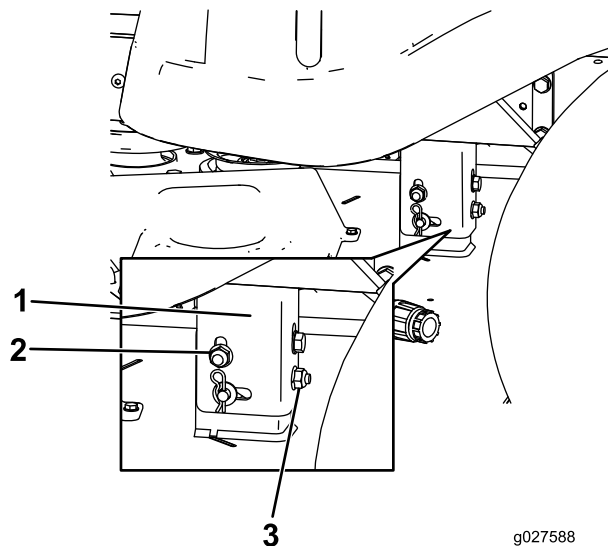

Figure 53
8. Élevez ou abaissez le côté gauche du tablier de coupe en tournant l'écrou arrière (Figure 53).
Remarque: Tournez l'écrou arrière dans le sens horaire pour élever le tablier de coupe ou dans le sens antihoraire pour abaisser le tablier. (Figure 53).